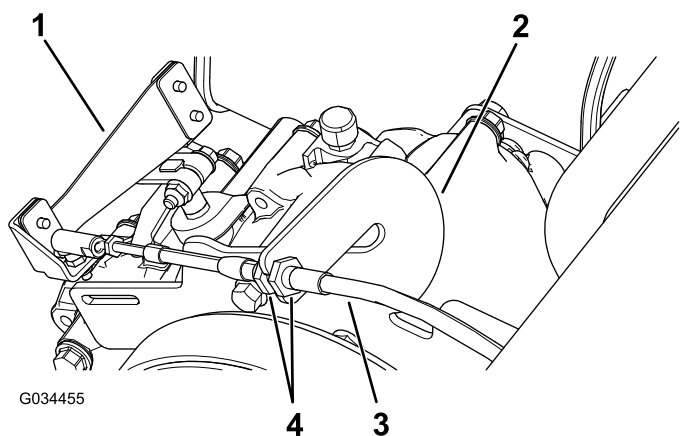

Figura 62
1. Afloje las contratueras del cable del cambio de marchas y ajústelas según sea necesario (Figura 62).
2. Compruebe la posición del cambio de marchas girando el selector de marchas a las 3 posiciones diferentes y compruebe si la palanca de cambios (Figura 62) se desplaza correctamente al cambiar de marcha; consulte Palanca de cambios e indicador del cambio de marchas (página 12).